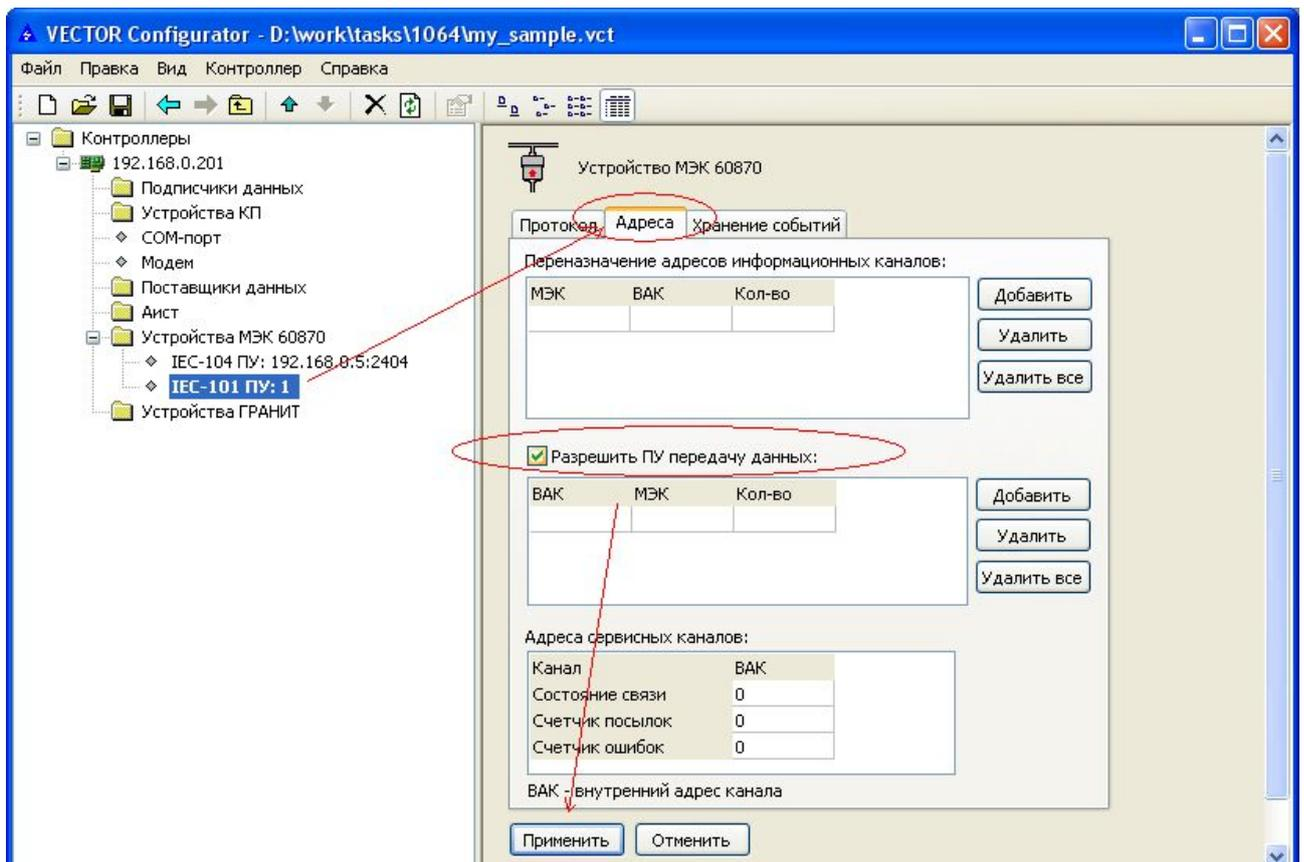

Рисунок 8 – Разрешение передачи данных для устройства **МЭК-101 ПУ** модуля XPort
- 8) установите для устройства МЭК-101 ПУ опцию «Разрешить ПУ передачу данных» (рисунок 8);